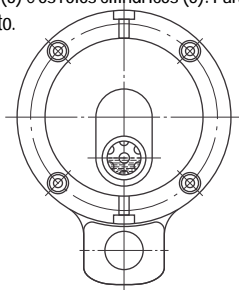

Figura 1 / Figure 1
- No contra-recuo forma 255, deve ser retirado o parafuso localizado na parte superior da tampa (2) e colocado óleo lubrificante até verificar que seu nível esteja na metade do visor (16) (ver Figura 1).